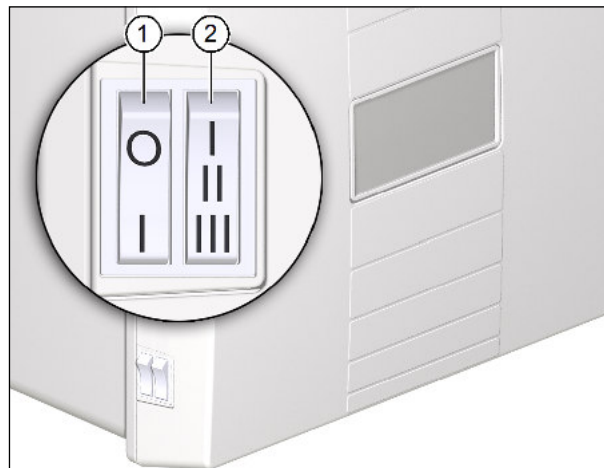

Abb. 10: Bedienungselemente am Lüftungsgerät
- ▶ Schalten Sie das Lüftungsgerät am Netzschalter (Pos. 1 in Abb. 10 auf Seite 16) ein.